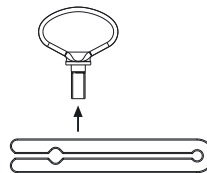

Fig. 8
- Démontage de l'auxiliaire d'extraction, voir Fig. 8.